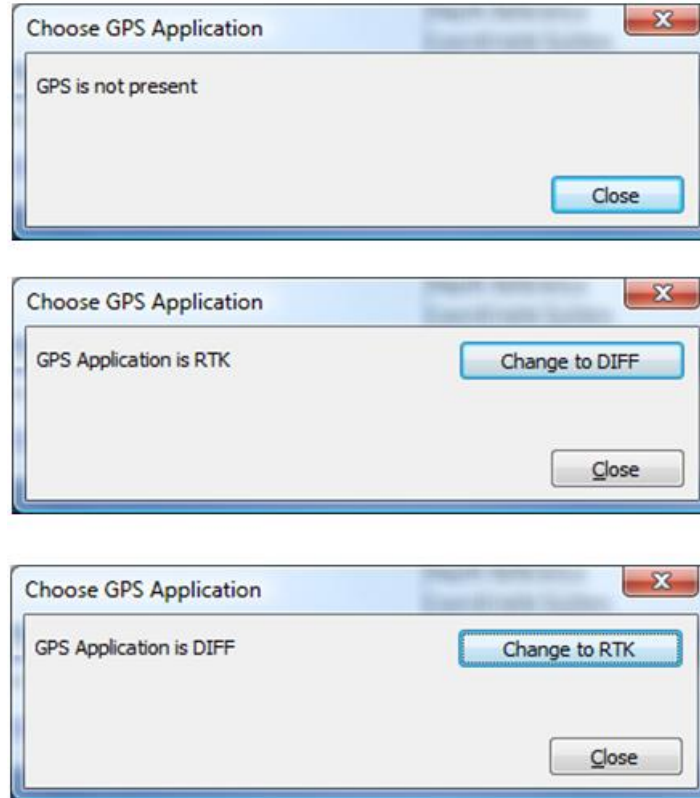

Figura 31. Menú de opciones de GPS Sontek
**Profundidad del transductor** - Esta es la distancia (en m) que el haz vertical del transductor está sumergido por debajo de la superficie del agua. La figura 31 muestra un esquema básico que representa el transductor del ADP sumergido en el agua. La profundidad del transductor corresponde a la profundidad desde la superficie hasta el borde inferior del transductor.
La aplicación Sontek GPS proporciona información acerca de las opciones disponibles de los GPS. Cuando se selecciona esta opción desde el menú de utilidades, ésta proporciona una forma de verificar las opciones ya mencionadas. Si la opción de GPS no está disponible, tal situación se indicará en una ventana de diálogo. Si la aplicación del GPS Sontek es RTK y desea cambiar a GPS diferencial (DGPS), presione en **Cambiar a Diferencial**. El cambio de GPS diferencial hacia un GPS RTK funciona de la misma manera (Figura 31). Es importante tener en cuenta que la opción Sontek DGPS no es compatible con la versión más actual del GPS Sontek RTK, ya que ésta última requiere un hardware más avanzado. Tampoco es posible integrar una estación terrena para las correcciones del GPS diferencial.